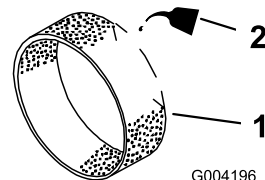

図 156
- 乾いたら新しいエンジンオイルを 3-60 ml 含ませる(図 156)。